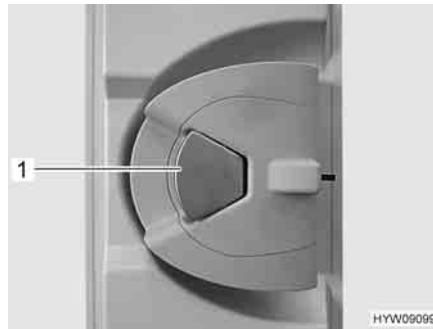

Fig. 56 Serratura della porta (porta di ingresso, lato interno)
- Quando la serratura della porta è bloccata: Tirare una volta la maniglia della porta (Fig. 56,1). La porta è sbloccata.
- Tirare la maniglia della porta (Fig. 56,1). La porta è aperta.
- Premere la maniglia della porta (Fig. 56,1).